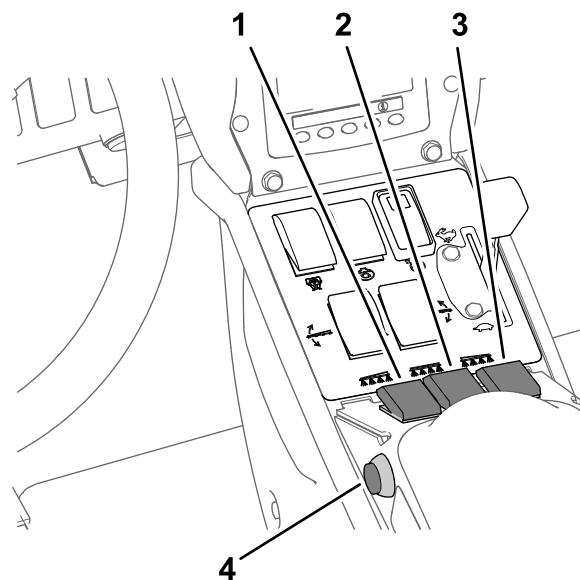

Figura 41
- Ponga los interruptores de sección de fumigación en la posición de ACTIVADO (Figura 41).
- Conduzca a la velocidad deseada y luego ponga el interruptor maestro en la posición de ACTIVADO para empezar a fumigar (Figura 41).
3. Ponga el interruptor maestro en la posición de DESACTIVADO; consulte Figura 41, en Fumigación en el Modo de caudal de aplicación \(página 37\).
7. Ponga los interruptores individuales de las secciones que desea utilizar en la posición de ACTIVADO; consulte Figura 41 en Fumigación en el Modo de caudal de aplicación \(página 37\).
9. Conduzca a la velocidad deseada y luego ponga el interruptor maestro en la posición de ACTIVADO para empezar a fumigar; consulte Figura 41, en Fumigación en el Modo de caudal de aplicación \(página 37\).